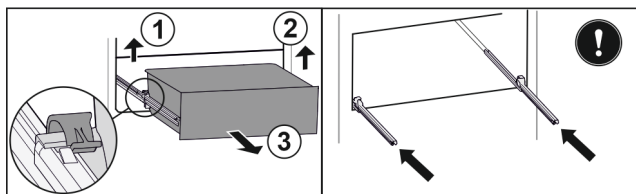

Fig. 126
- ▶ Dvignite levo spojko in hkrati povlecite predal levo naprej. Fig. 126 (1)
- ▶ Dvignite desno spojko in hkrati povlecite predal desno naprej. Fig. 126 (2)
- ▶ Predal vzemite ven v smeri naprej. Fig. 126 (3)